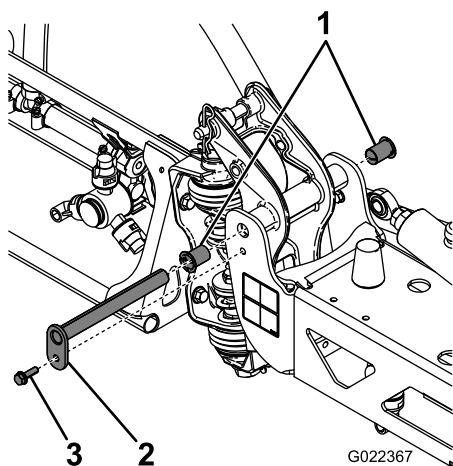

Bild 95
3. Wenn das Gewicht des Auslegers abgestützt ist, nehmen Sie die Schraube und die Mutter ab, mit denen der Lagerbolzen am Ausleger befestigt ist (Bild 95).
6. Nehmen Sie die Nylondrehbüchsen vorne und hinten an der Schwenkhalterung ab und prüfen Sie sie (Bild 95).
8. Montieren Sie den Ausleger und die Schwenkhalterung im mittleren Rahmen und richten die Öffnungen aus (Bild 95).